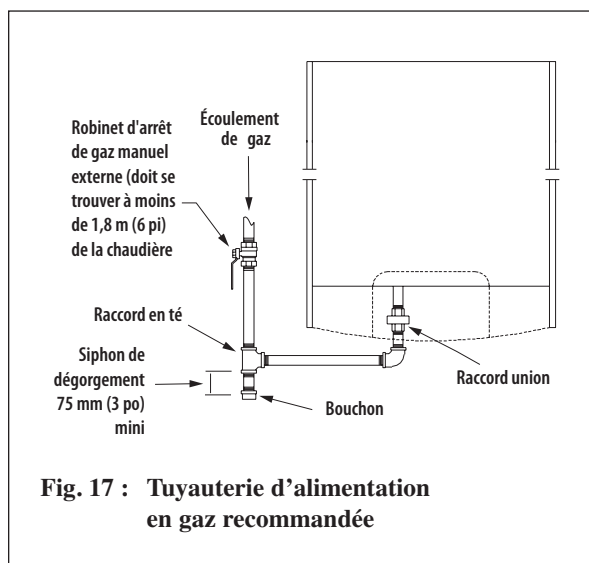

Fig. 17 : Tuyauterie d'alimentation en gaz recommandée
3. Installer un siphon de dégorgement sur la conduite d'arrivée de gaz, avant le raccordement aux accessoires d'alimentation en gaz de la PRESTIGE, comme illustré à la figure 17.